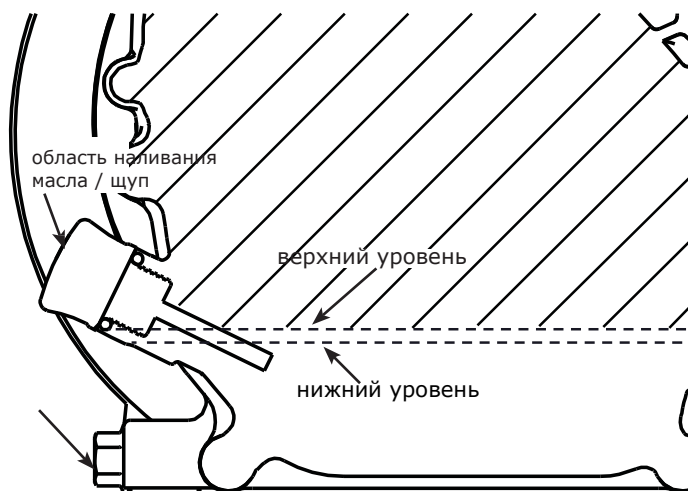

Рисунок 9: Налив и замена масла
2. Вытащите сливную пробку для масла и вылейте масло в подходящую емкость. Утилизируйте масло соответствующим образом. **См. РИСУНОК 9.**
3. Поставьте пробку на место. Вытащите щуп (если используется), или наливную пробку. **См. РИСУНОК 9.**
4. Налейте подходящее масло до отметки «FULL», или верхней линии щупа, или до верхней резьбы отверстия для налива масла. **См. РИСУНОК 9.**
4. После осмотра установите свечу зажигания на место и затяните специальным ключом, чтобы прижать уплотнительную шайбу. **См. РИСУНОК 9 на предыдущей странице.**